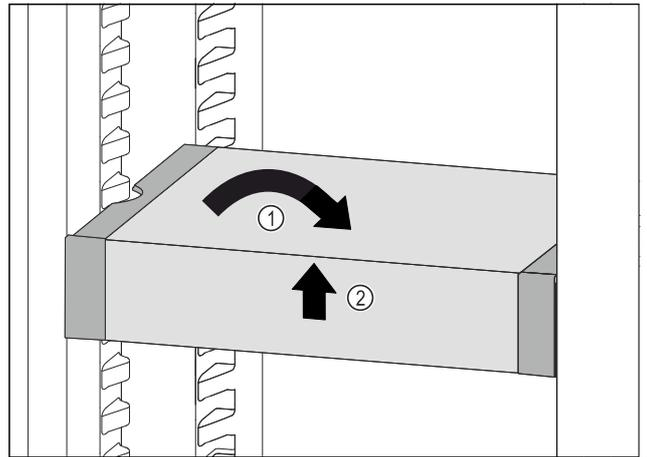

Fig. 95
- ▶ Ispravite VarioSafe. Fig. 95 (1)
- ▶ Podignite sprijeda VarioSafe. Fig. 95 (2)